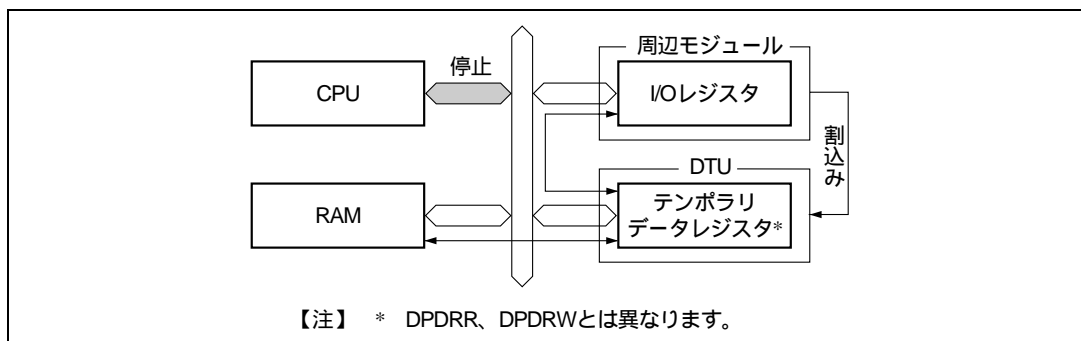
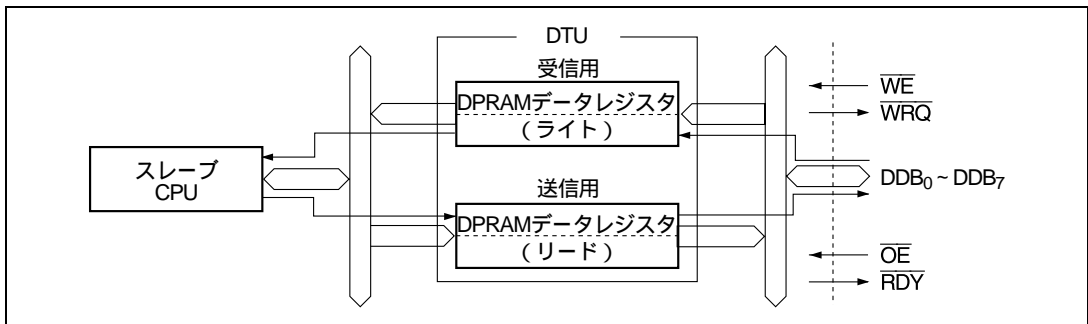

図 5.1 I/O 転送概念図
図 5.5 ハンドシェイクモード概念図
(図 5.1 ~ 図 5.5 の図中の矢印は、特に記載がなければデータの流れを示します。)
(1) I/O 転送 (図 5.1 参照)
(3) ハンドシェイクモード (図 5.5)